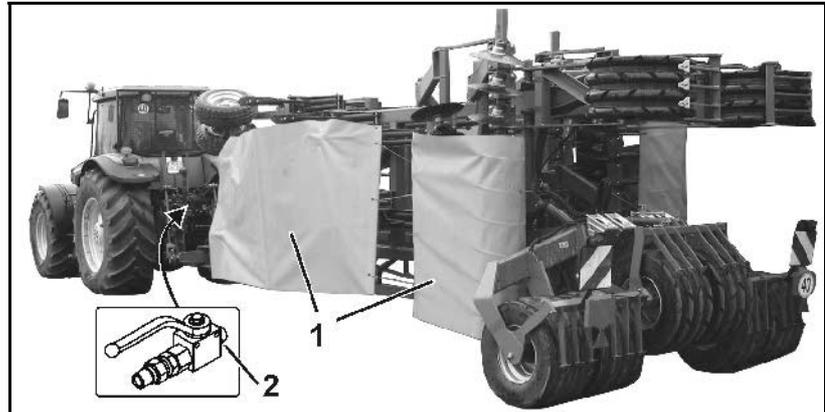

Рис. 7
- Защитное полотно для уличной транспортировки (Рис. 7/1). Для эксплуатации защитное полотно закрепляется на дышле.
- Шаровой кран, защищающий от самопроизвольного раскладывания (Рис. 7/2).